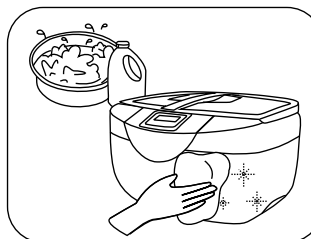

Fig.21
- Após descartar a água/solução, retire com uma esponja macia, pano ou ainda toalhas de papel, o excesso de resíduos que porventura se acumulem no fundo da cuba, limpe-a com uma esponja macia e detergente neutro e enxágüe com água corrente (tendo a precaução de não molhar o painel eletrônico, evitando assim a entrada de água no equipamento através dos orifícios do mesmo), enxugue a cuba com papel toalha ou um pano macio e finalize desinfetando a cuba esfregando-a com álcool 70% três vezes (Fig. 21) como técnica recomendada para seu uso (BRASIL 1994);
-A limpeza externa deve ser realizada diariamente com pano macio e detergente neutro. A tampa deve ser limpa da mesma forma (Fig.21).